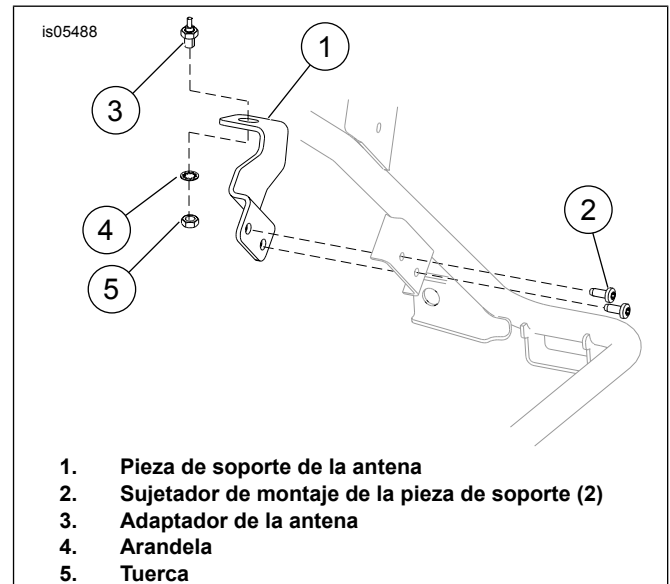
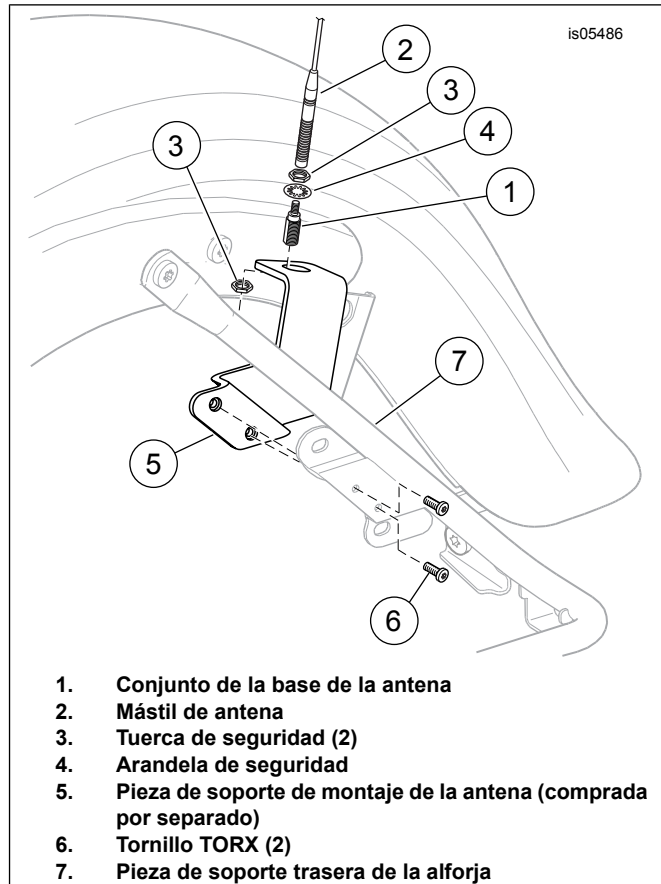
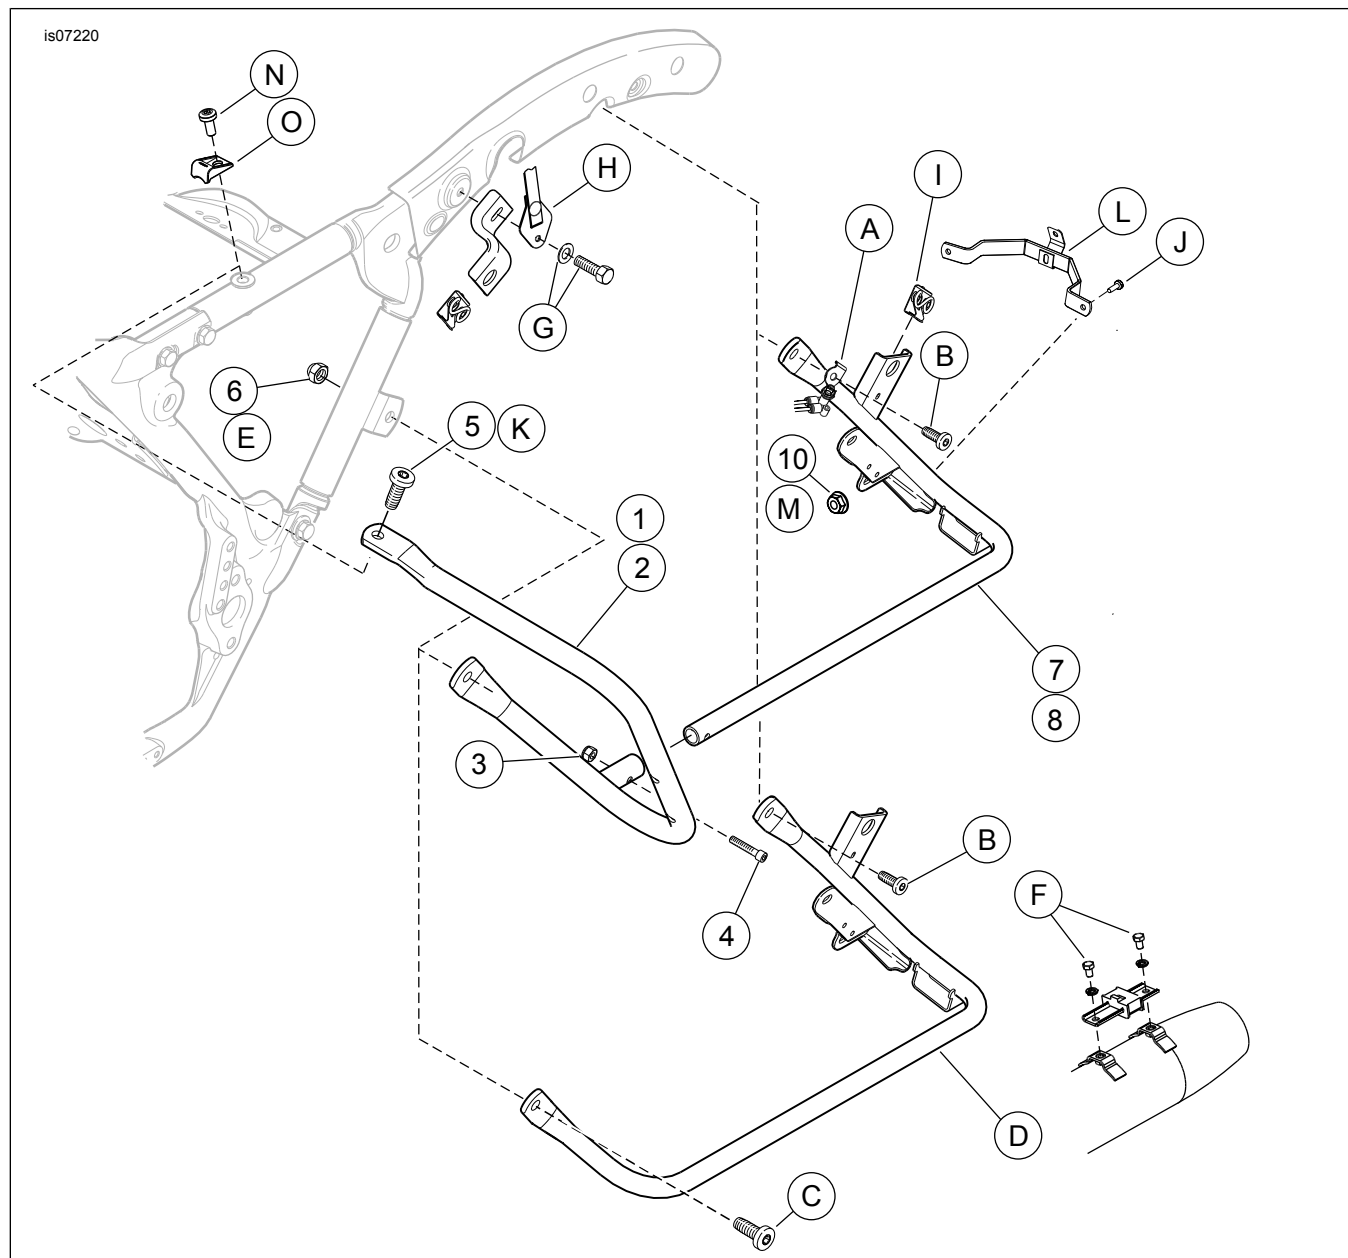

Figura 1. Extracción de la antena y la pieza de soporte
Figura 2. Pieza de soporte de montaje de la antena
Figura 3. Piezas de servicio: Kit del protector de la alforja (se muestra el lado izquierdo)
Vea Figura 3 y Tabla 1.
2. Vea Figura 3. Quite el tornillo y la arandela de la correa de sujeción (G). Quite la correa de sujeción (H). Quite el asiento siguiendo las instrucciones en el Manual de servicio.
3. Si está equipado, extraiga el tope del asiento (O) y el tornillo (N).
6. Vea Figura 3. Extraiga los tornillos (F) que aseguran los soportes de la alforja a los soportes del silenciador.
7. Extraiga el perno (J) y la tuerca (M). Guarde el perno (J) para la instalación. Deseche la tuerca (M).
8. Quite los tornillos (B, K y C) y la tuerca (E). Guarde los tornillos (B y C) para la instalación. Deseche la tuerca (E) y el tornillo (K).
9. Quite el receptáculo del espárrago (I) y guárdelo para la instalación.
10. Vea Figura 1. Quite la pieza de soporte de la antena (1), los sujetadores de montaje (2), la tuerca de montaje de la antena (5), la arandela (4) y el adaptador de la antena (3). Guarde la antena y los elementos de sujeción, deseche la pieza de soporte.
11. Quite el soporte (D) y deséchelo.
1. Vea Figura 3. Instale el tornillo de montaje del soporte trasero de la alforja (B) a través de la pieza de soporte de la suspensión de aire (A) y el soporte de la alforja (7). Instale el tornillo y apriete con los dedos.
2. Instale el perno (J) y la tuerca (10). Apriete con los dedos.
3. Instale el receptáculo del espárrago (I) dentro del soporte de la alforja (7).
4. Vea Figura 2. Instale la pieza de soporte de la antena con los elementos de sujeción (extraídos anteriormente).
5. Instale el nuevo protector delantero de la alforja (1 o 2) en el soporte de la alforja (7).
6. Instale el tornillo (4) y la tuerca (3). Apriete con los dedos.
7. Asegure el protector delantero de la alforja con el perno superior (5) y el perno inferior (C) con la tuerca (6). Apriete con los dedos.
8. Apriete el tornillo del protector superior delantero (5) a 43–49 N·m (32–36 ft-lbs).
9. Apriete el tornillo inferior (C) y la tuerca (6) a 43–49 N·m (32–36 ft-lbs).
10. Apriete el tornillo (4) y la tuerca (3) del soporte de la alforja a 8–11 N·m (70–100 in-lbs).
11. Apriete el tornillo de montaje del soporte trasero de la alforja (B) a 20–27 N·m (15–20 ft-lbs).
12. Apriete el tornillo de la pieza de soporte (J) y la tuerca (10) a 20–27 N·m (15–20 ft-lbs).
13. Instale el silenciador con los tornillos (F) y quite el soporte de madera. Apriete los tornillos a 10,8–16,3 N·m (96–144 in-lbs).